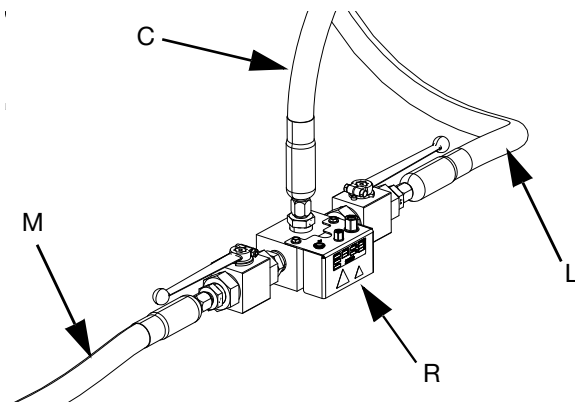

FIG. 23
- c. Raccorder le flexible tandem 1 (L) et le flexible tandem 2 (M) depuis le système d'alimentation au bloc tandem (R). Voir FIG. 23.
- d. Raccorder le flexible d'alimentation 1 (C) au bloc tandem (R). Voir FIG. 23.